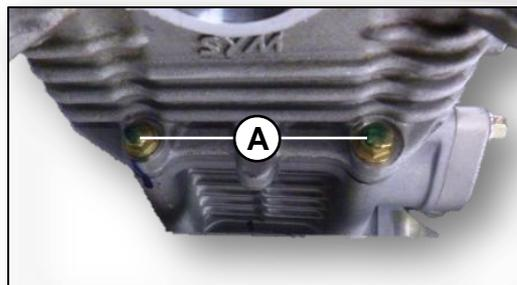

Fig. 08
Retire los dos tornillos (A) de sujeción. **Fig.08**